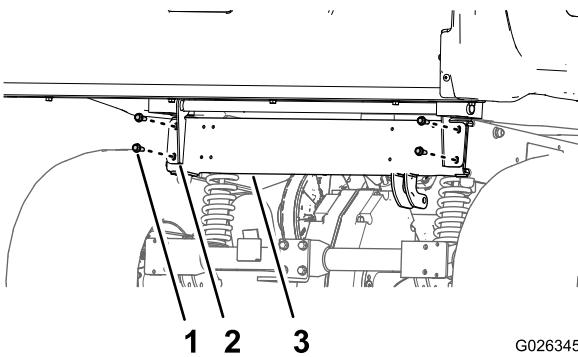

Figura 4
8. Rimuovete i 4 bulloni a testa flangiata (3/8 x 1 poll.) che fissano le staffe con cerniera del pianale al canale del telaio posteriore della macchina (Figura 4).
11. Rimuovete i 4 bulloni a testa flangiata (3/8 x 1 poll.) che fissano le staffe con cerniera del pianale al canale del telaio posteriore della macchina (Figura 4).